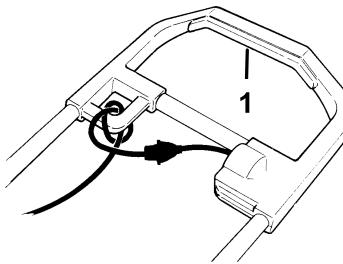

Figure 8
1. Pour démarrer la fraise, serrez la barre de commande (Figure 8).